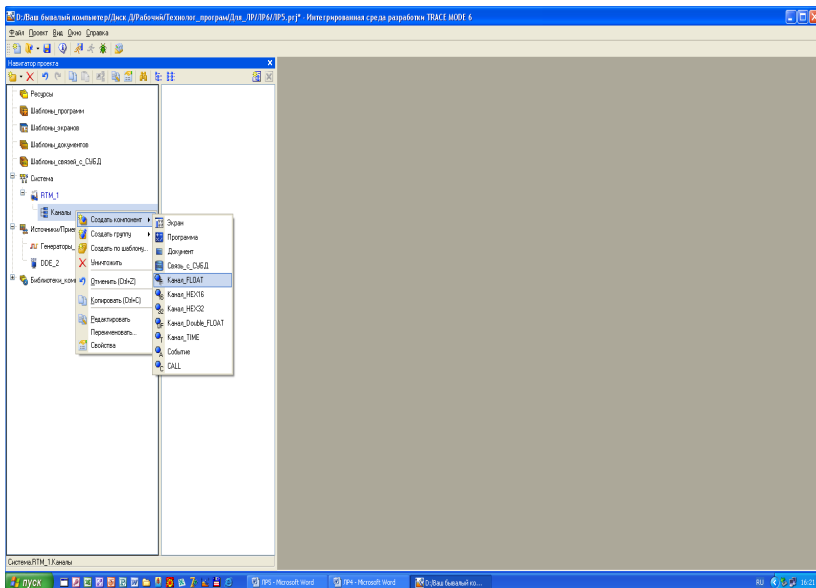

Рис.5
4.2.3. У вузлі **RTM_1** створити канал класу **Float** типа **Input** (за умовчанням) (рис.5).